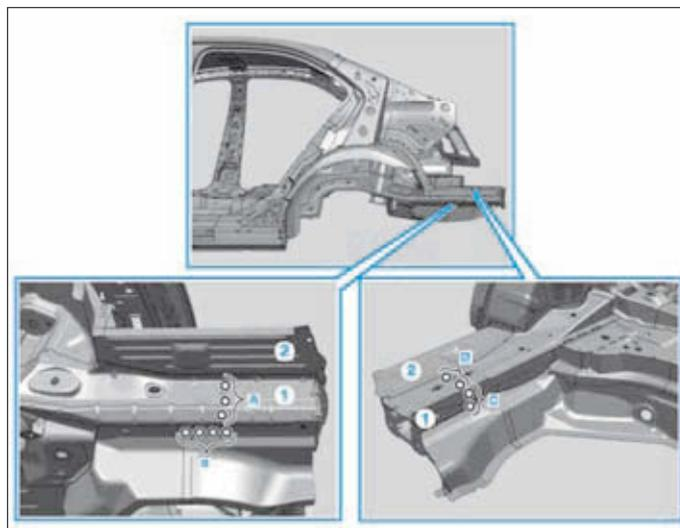
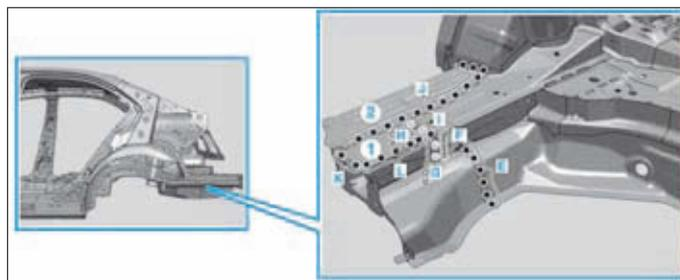
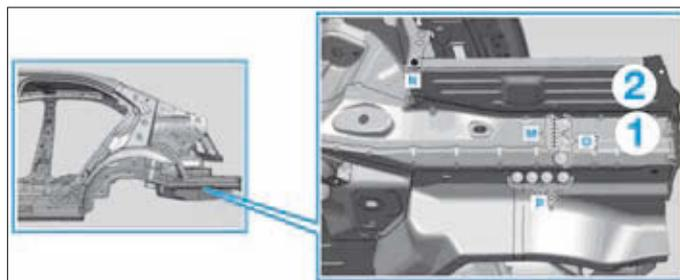

FIG. 185
FIG. 186
FIG. 187
- Poser et ajuster la partie partielle du longeron (1) et la tôle de fermeture (2), les maintenir avec des pinces de serrage (Fig.185).
- Déposer la partie partielle du longeron (1) et la tôle de fermeture (2).
- Poser et ajuster la partie partielle du longeron (1) et la tôle de fermeture (2), les maintenir avec des pinces de serrage.
- Souder (Fig.186) et (Fig.187) :